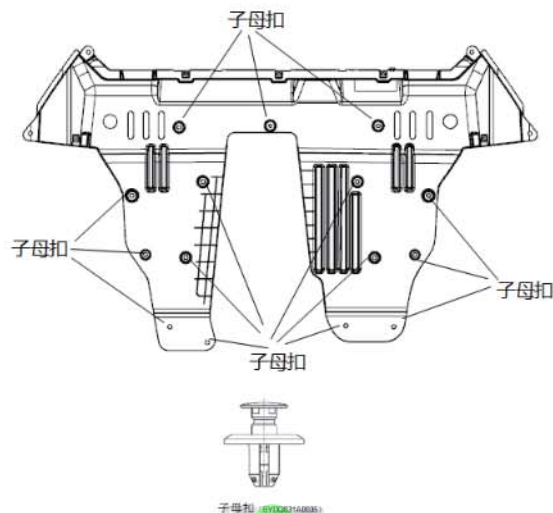

图 2-17
- (2) 用一字螺丝刀拆除发动机挡泥板与横梁连接的 3 个子母扣，与支架连接的 4 个子母扣，与底盘连接的 8 个子母扣。如图 2-17 所示；